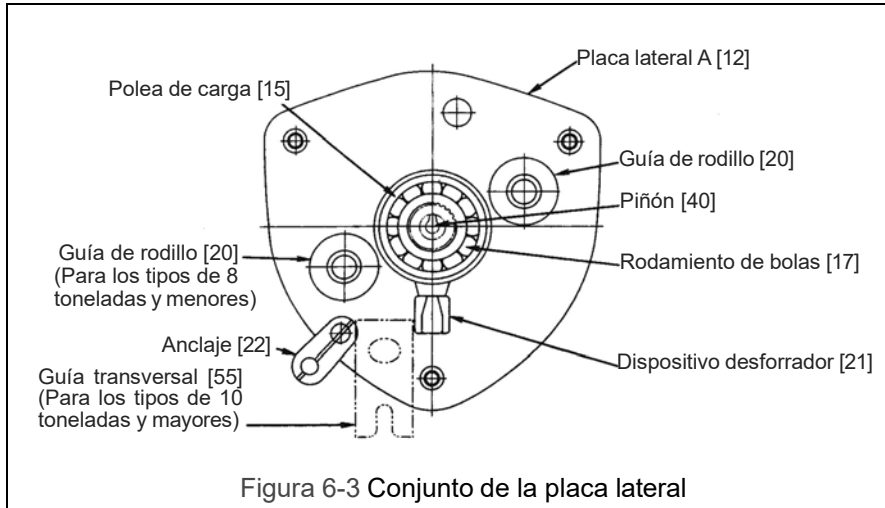

Figura 6-3 Conjunto de la placa lateral
- 5) Engrase las bolas del rodamiento de bolas [17]. Insértelo con el anillo de fijación hacia abajo en la flecha de la polea de carga [15]. Consulte la Figura 6-3.